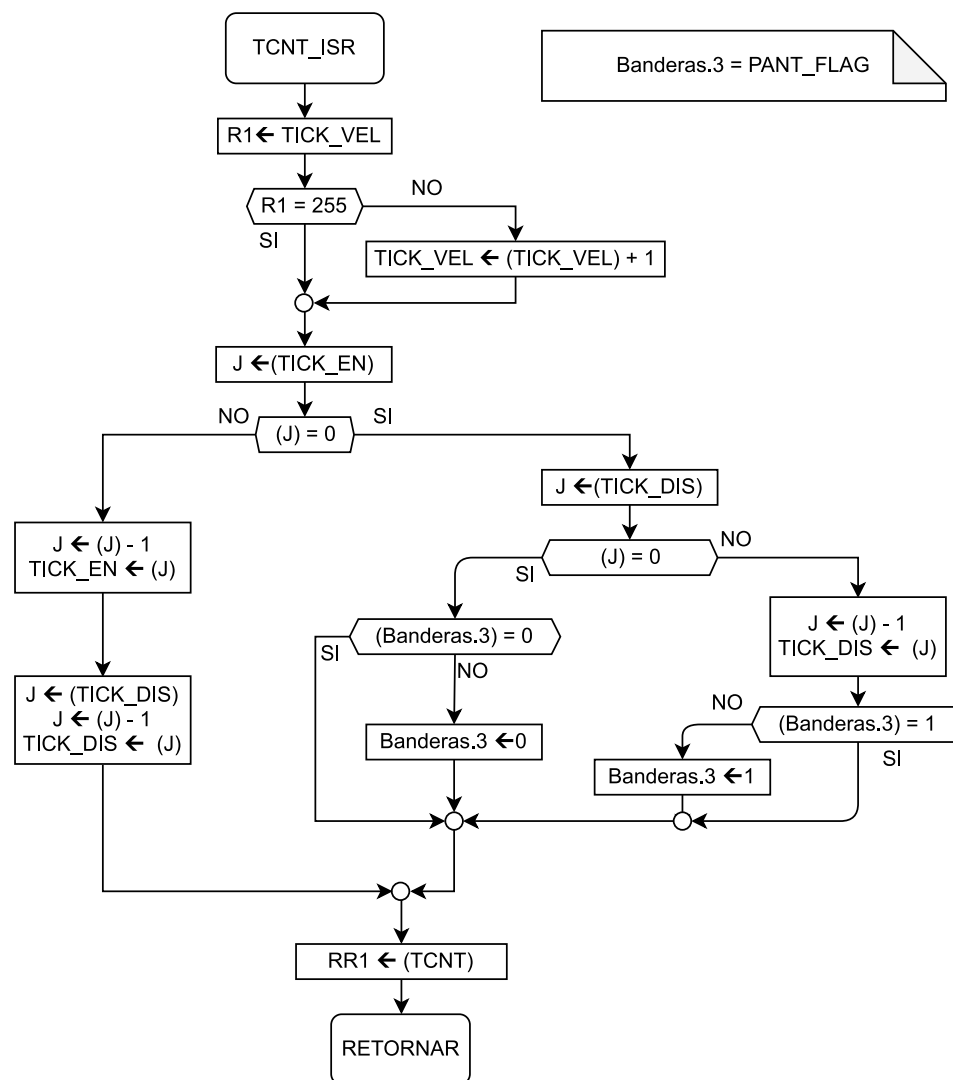

Figura 2.4: Diagrama de flujos para TCNT_ISR. Elaboración propia.
En el diagrama de flujos mostrado en la figura 2.4, vemos que de hecho, **esta es la primera** tarea que se realiza en la subrutina. Se debe considerar el caso límite (Cuando el contador llega a 255), para el cuál se dejará de incrementar el contador. Este valor de tiempo corresponde a la velocidad más lenta que se podría calcular con este contador.
3. En el segundo caso, (derecha en el diagrama de la figura 2.4), puede ser que *TICK_DIS* ya sea cero, o no.
Y **por último**, como se puede ver en el diagrama de la figura 2.4, borramos la bandera de la interrupción, leyendo el registro *TCNT*.